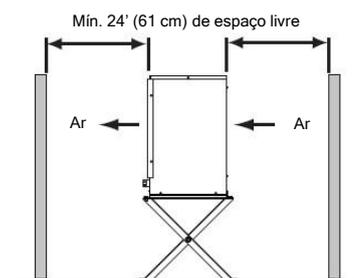

Fig. 8
- Uma área seca e bem ventilada com folga de 24" (61 cm) na parte traseira e dianteira para obter uma circulação adequada de ar e facilidade de manutenção e/ou serviço se for necessário. Veja a Fig. 8.